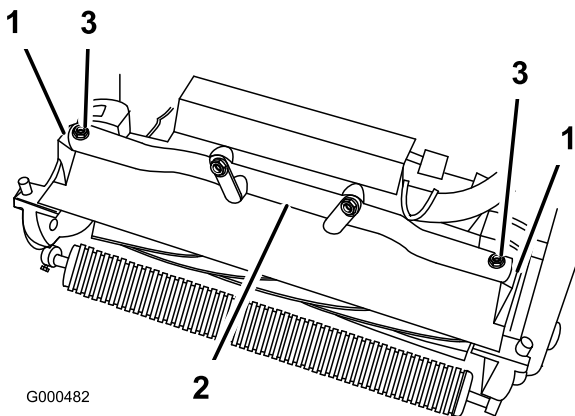

Figura 14
4. Retire los 2 pernos que fijan los brazos de pivote de la unidad de corte al tubo del bastidor de la unidad de tracción (Figura 14).
5. Gire hacia adelante los brazos de pivote (Figura 14) y apoye la unidad de tracción sobre el soporte bloqueado.